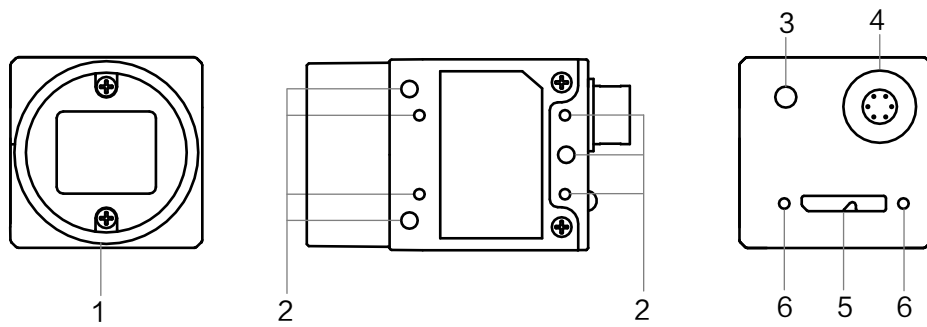

图1-3 29 mm × 29 mm × 30 mm, USB 接口在下
- 图 1-3 为尺寸 29 mm × 29 mm × 30 mm，USB 接口在下的 USB3.0 工业面阵相机外观。